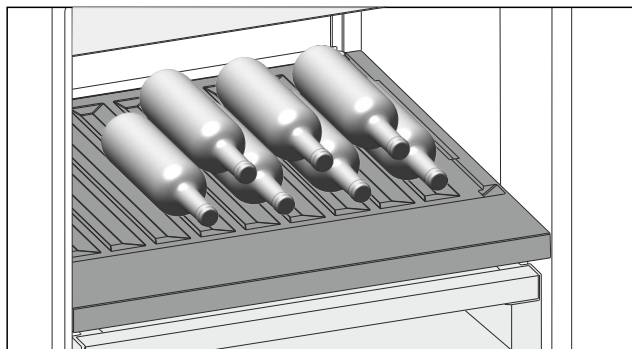

Fig. 122 Beispielhafte Darstellung
- ▶ Flaschen mit dem Boden nach hinten zur Rückwand einlegen. (siehe Fig. 122)